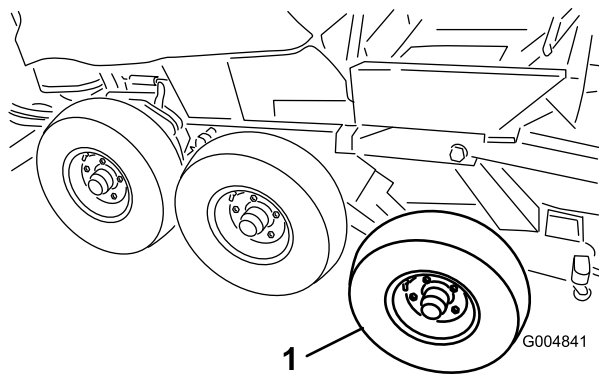

Figure 30
22. Déposez les roues avant et centrales du cadre d'hiver (Figure 30).